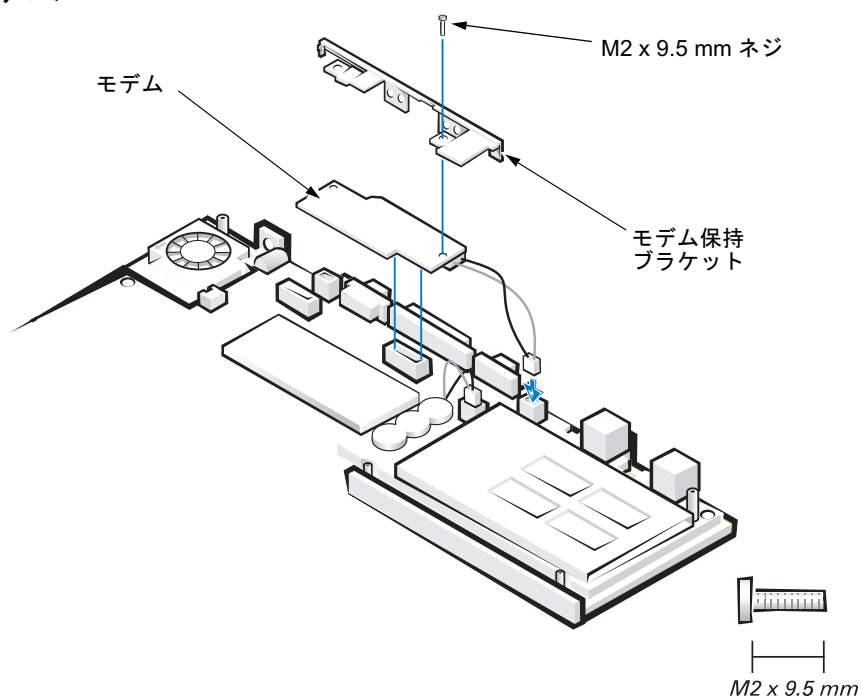

図 19 モデムの取り外し
7. モデム保持ブラケットおよびモデムをシステム基板に取り付けている **M2 x 9.5 mm** ネジを取り外します (図 19 参照)。